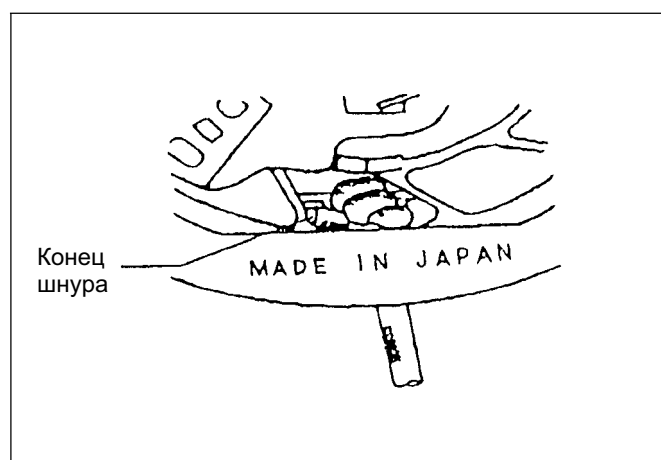

Рис. 10-16
- 2: расположить в катушке узел шнура таким образом, чтобы при вращении катушки он не задевал корпус (рис. 10-16)